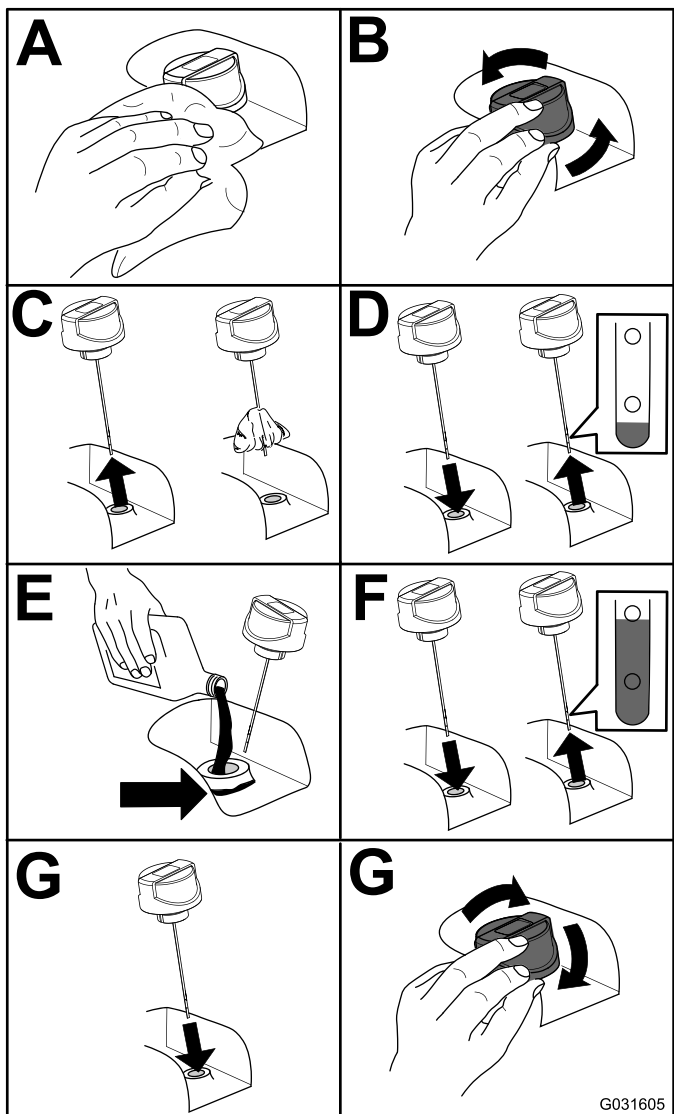

Рисунок 97
2. Проверьте уровень гидравлической жидкости (Рисунок 97).
5. Залейте гидравлическую жидкость в бак Рисунок 97.